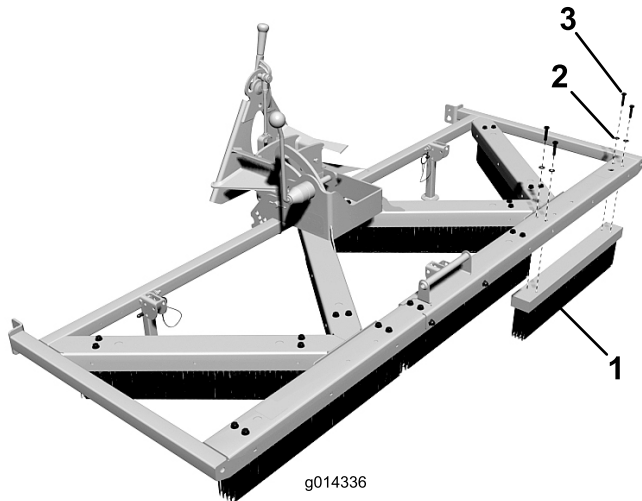

Figure 5
1. Fixez chacune des (7) brosses à la face inférieure du Turf Groomer au moyen de (4) boulons 5/16 x 1-1/2" et rondelles. Positionnez les brosses comme illustré à la Figure 5.